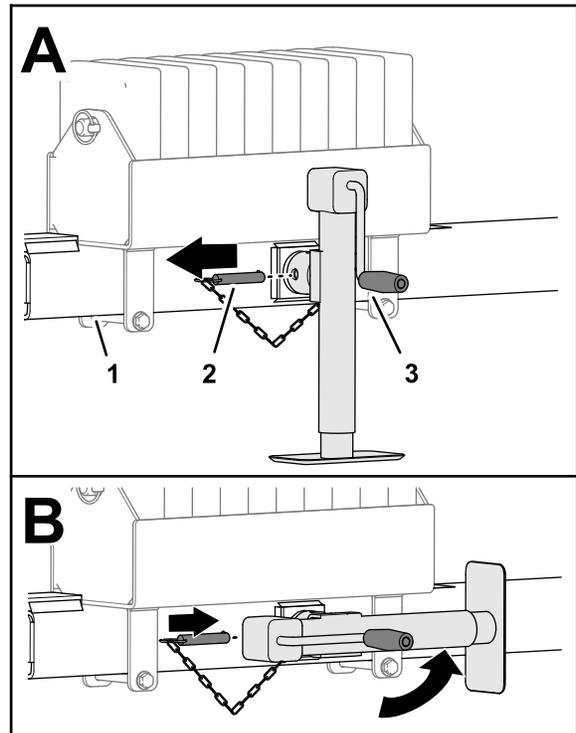

Figura 28
4. Retire el pasador (Figura 28).
5. Gire el gato en sentido horizontal (Figura 28).
6. Inserte el pasador a través de los orificios horizontales en el gato y el tubo de enganche (Figura 28).